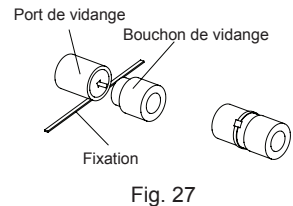

Fig. 27
- (7). Lorsque l'équipement est transporté depuis l'usine, le port de vidange par défaut est celui de gauche (côté boîtier électrique), le port droit ayant été bouché.
- (8). Lors de l'utilisation du port de vidange côté droit de l'équipement, réinstallez le bouchon de vidange sur le port de vidange côté gauche. (Fig. 27)